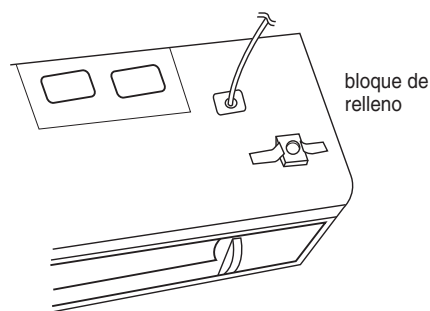

Ilustración 29
- Alinear los bloques de relleno sobre las dos aberturas en la parte superior del armario del horno de microondas y fijar al armario con cinta adhesiva. Consultar Ilustración 29.